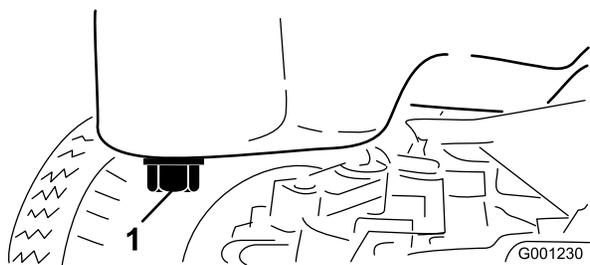

Figura 49
- Sistemate una bacinella sotto la coppa e in linea con il tappo di spurgo (Figura 49).